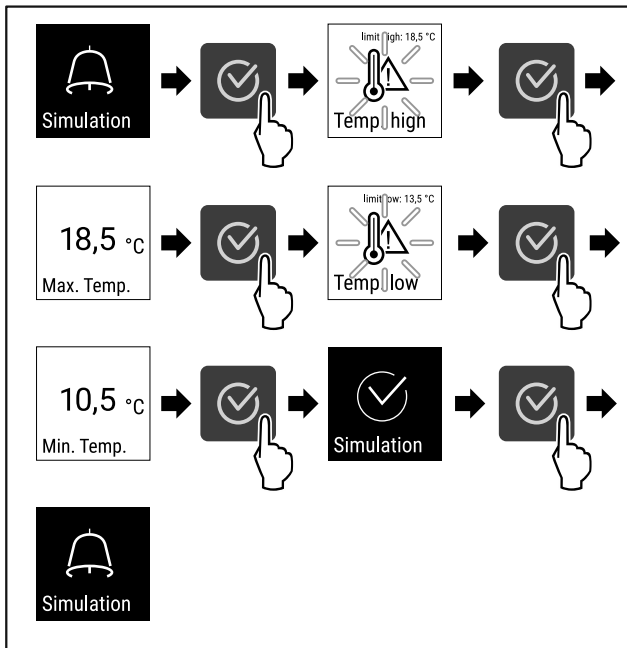

Fig. 144
- ▶ Suivre les étapes (voir Fig. 144).